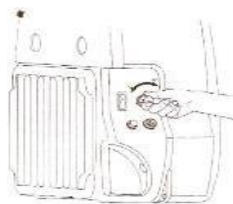

Fig. 12
#### (IV) Reglarea presiunii (fig. 12)